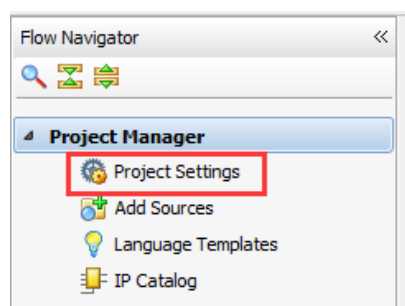

图 2-6 设计向导栏选项
1) 在 Vivado 设计界面的左侧设计向导栏中, 如图 2-6, 点击 **Project Manager** 目录下的 **Project Setting**。